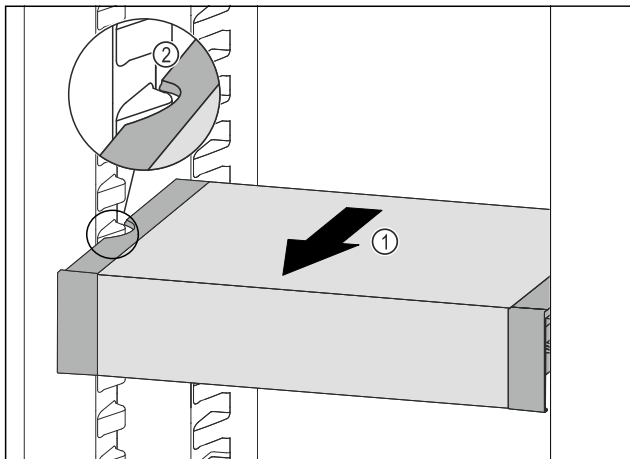

Fig. 118
- ▶ Trageți în față VarioSafe Fig. 118 (1), până când degajările laterale ale VarioSafe se află la înălțimea nervurii recipientului din frigider. Fig. 118 (2)